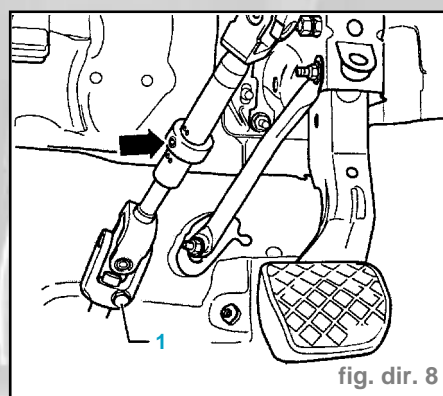

fig. dir. 8
- Dévisser la vis à six pans (1) (fig. dir. 8).